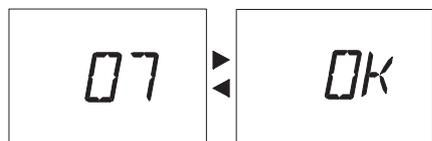

Рис. 45
- 4 Через 5 секунд после ввода желаемого значения **Расходомера** произойдет автоматическое сохранение настройки, после чего на ЖК-дисплее отобразится надпись **OK** (Рис. 45) в качестве подтверждения сохранения.